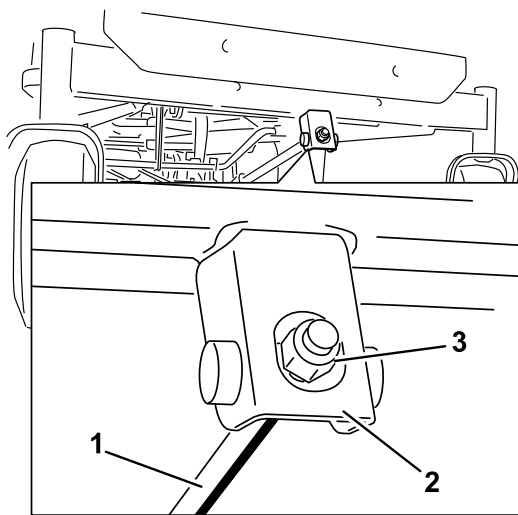

Bild 62
6. Drehen Sie für das Einstellen der Schnittmesserneigung in Längsrichtung die Einstellmutter vorne am Mähwerk (Bild 62).